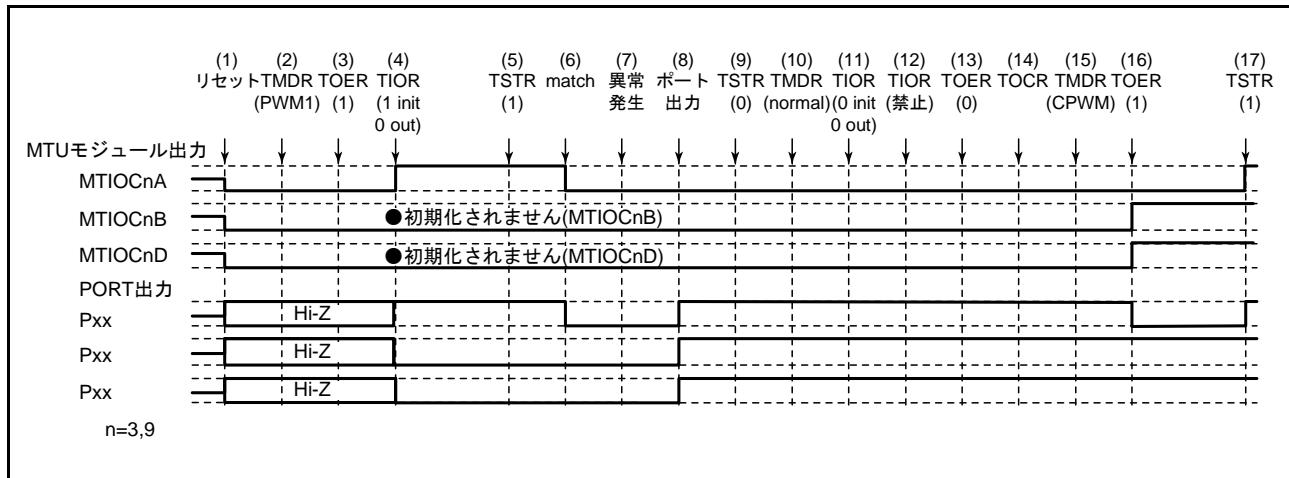

図 18.135 PWM モード 1 で異常が発生し、相補 PWM モードで復帰する場合
PWM モード 1 で異常が発生し、再設定後相補 PWM モードで再スタートする場合の説明図を図 18.135 に示します。
- (1) ~ (13) は図 18.135 と共通です。
- (14) TOCR でリセット同期 PWM の出力レベルと周期出力の許可禁止を選択してください。
- (15) リセット同期 PWM を設定します。
- (16) TOER でチャネル 3、4（またはチャネル 9、10）の出力を許可してください。
- (17) TSTR で再スタートします。